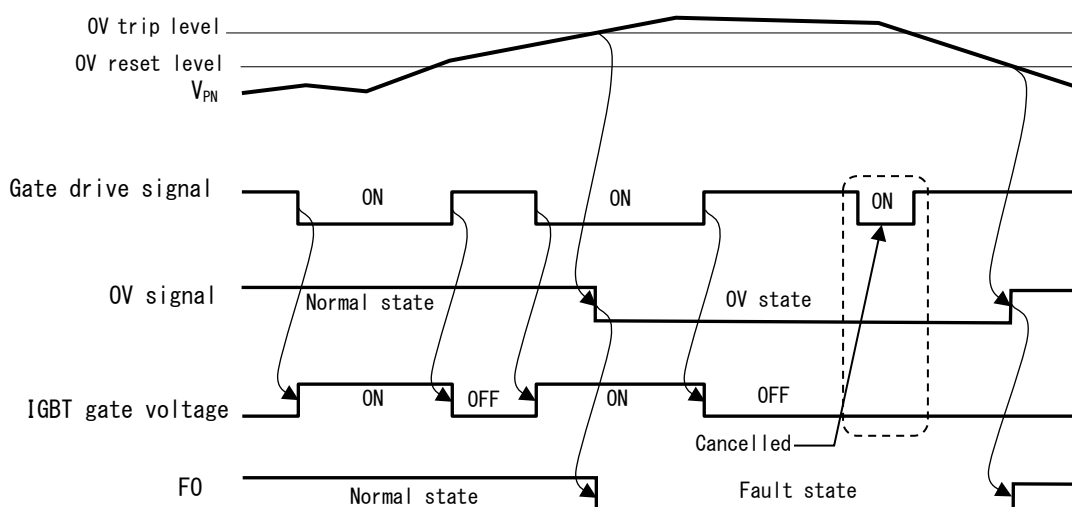

図 9. OV 保護タイミングチャート
(9) 過電圧 (OV) 保護
本ドライバボードの過電圧 (OV) 保護回路は、J1 シリーズ IGBT モジュールの PN 主端子間電圧を、PV 端子と U 相ローサイドの信号ピンのエミッタ (UNE) 間で監視します。PN 間電圧がしきい値を超えると過電圧 (OV) 検出信号を出力し、OV 検出時に既にオン状態にあった IGBT はオン状態を保ち、OV 検出期間中にゲート駆動信号がオフになると各 IGBT の状態に応じた遮断動作を行います。OV 検出時にオフ状態であった IGBT は、OV 検出期間中にゲート駆動信号がオンになってもオフ状態を保ちます。OV 保護動作時のタイミングチャートを図 9 に示します。